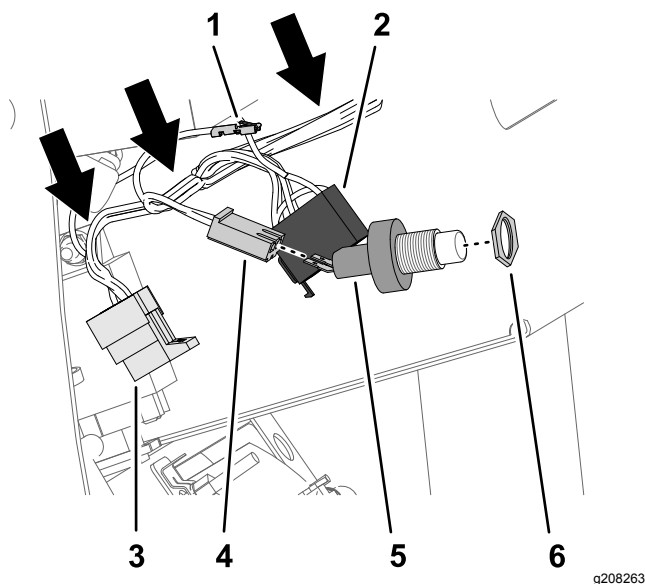

Bild 25
- Schrauben Sie die Klemmmutter ($\frac{5}{8}$ " auf das Gewinde des Hupenschalters (Bild 25).
- Stecken Sie die zwei Lüsterterminale des Hupenschalters in den 2-Buchsen-Stecker des 108-cm-Zweigs des Kitkabelbaums (Bild 25).